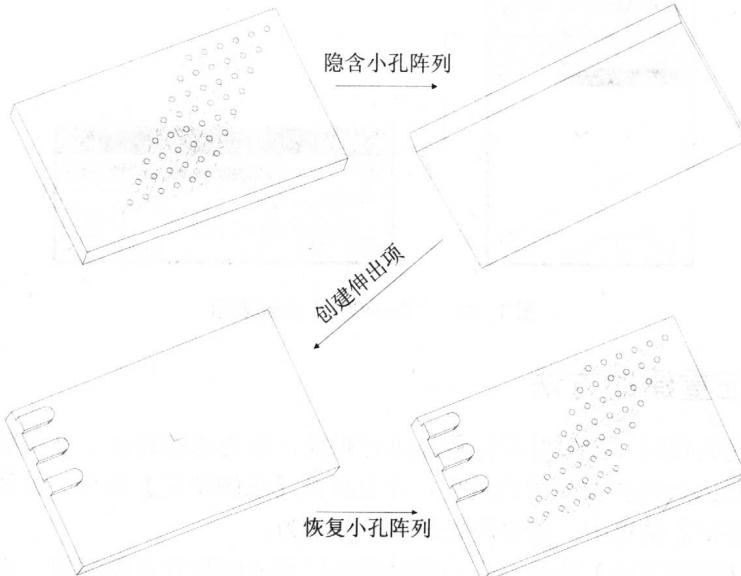

图 1.13 小孔隐含
- ◆ 选择【隐含】或者【修剪隐含】选项，主要用于以下情况：通常在零件中一处零件特征失败，会导致后续有关的特征也产生错误。所以可以将存在失败元素的特征隐含，退出诊断失败过程后，再对失败的特征进行单独求解。这个选项也可以将复杂零件的特征暂时删除，例如零件小孔阵列特征，如图 1.13 所示，以节省 3D 模型的再生时间，并且可以使得屏幕上显示的特征较少，使设计工作较为简单。